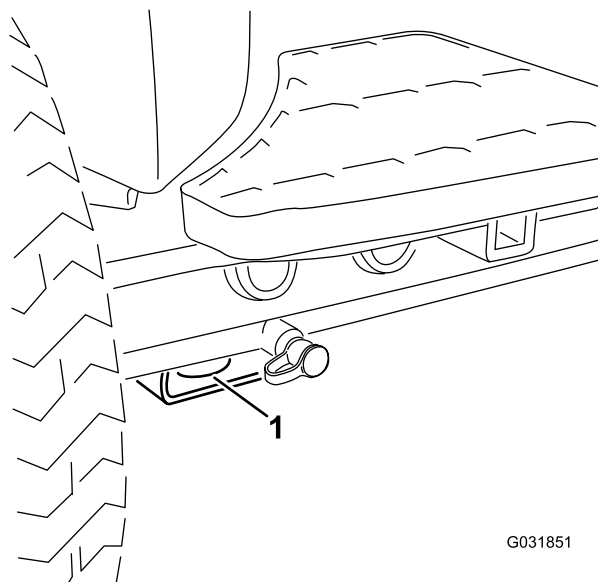

Figura 96
- **Parte delantera de la máquina** – el orificio del bloque rectangular, debajo del tubo del eje, al interior de cada rueda delantera (Figura 96).